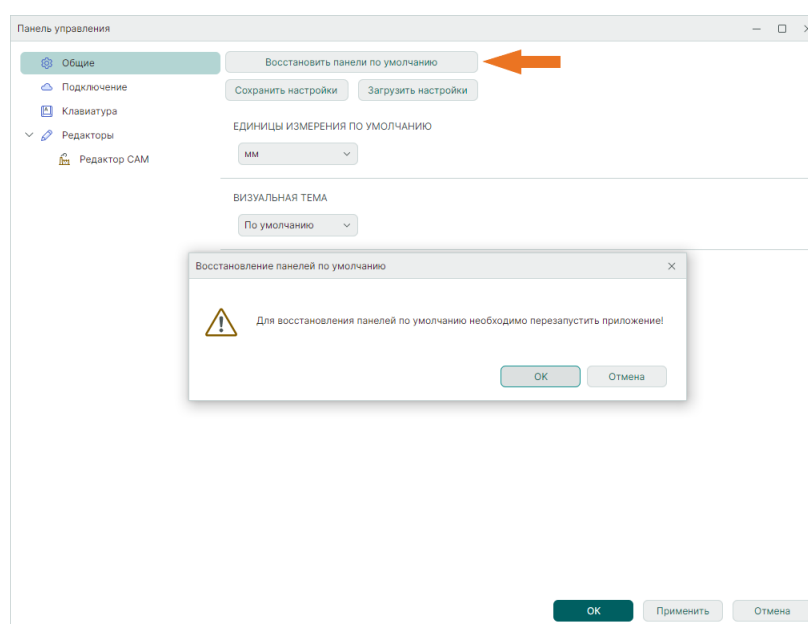

Рис. 54 Восстановление отображения функциональных
2. В окне «Восстановление панелей по умолчанию» нажмите «ОК» и перезапустите программу, см. Рис. 54.